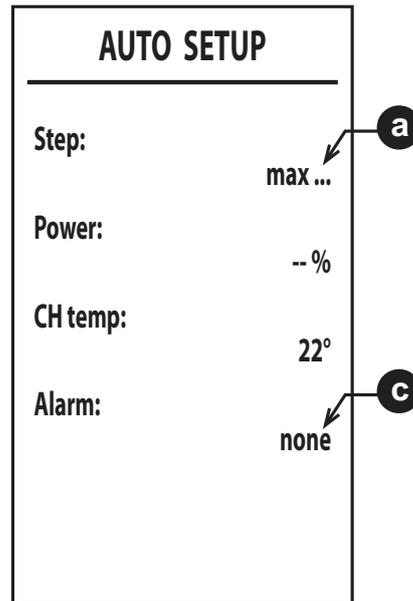

рис. 38
6. После розжига горелка устанавливается на различные мощности (max, med, min - макс., сред., мин.), показываемые в точке **a** (рис. 38).
8. Если последовательность розжига, описанная в пункте "6", не дала положительных результатов, появляется сообщение **max\_err** в точке **a** и код ошибки в точке **c** (рис. 38).